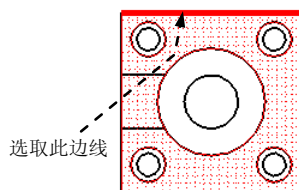
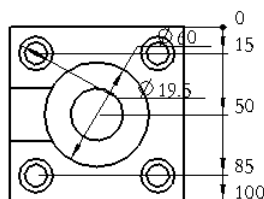

图 5.2.76 选取边线
图 5.2.77 尺寸显示
Step4. 此时系统弹出  AUTO ORDINATE (自动纵坐标) 菜单，且系统默认选择  Select Base Line (选取基线) 命令，在系统  选取一条垂直于屏幕参照的边、曲线或基准平面用于尺寸创建。的提示下，选取图 5.2.76 所示的边线，此时在视图中显示尺寸，如图 5.2.77 所示。